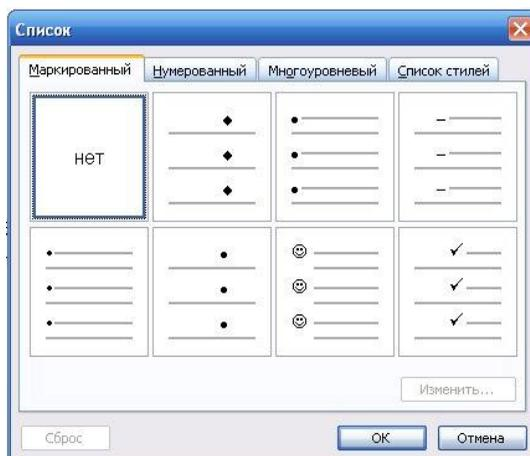

Рисунок 5.1-Типы списков
В программе MS Word можно использовать 3 типа списков, рисунок 5.1:
1. Создайте и заполните списки по образцу (рисунок 5.1).